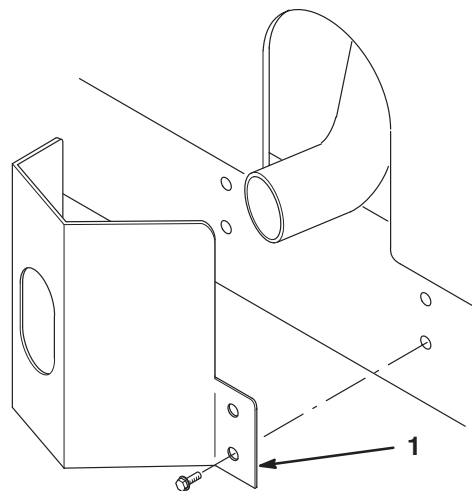

Bild 9
1. Positionieren Sie das Auspuffschutzblech um den Schalldämpfer, während Sie gleichzeitig die Befestigungslöcher auf die im Rahmen abstimmen (Bild 9).
2. Befestigen Sie das Auspuffschutzblech mit vier Blechschrauben am Rahmen (Bild 9).